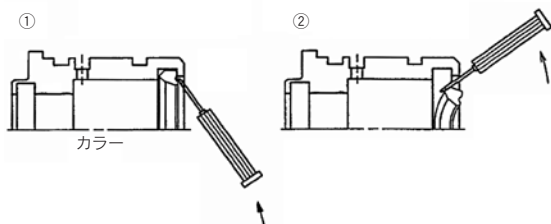

図4 クッションパッキン取り外し方
- b. 図4のようにクッションパッキンをカラーの後側からとヘッドカバーからそれぞれ1つつづ精密ドライバーなどを差し込み抜き取ります。この時のパッキン溝に傷を付けないように注意してください。